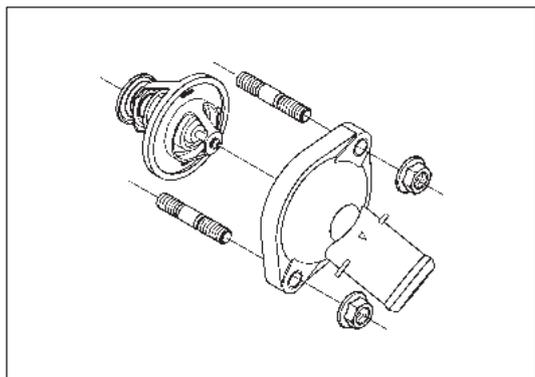

Рис. 10-5-2. Разборка термостата
- (1) Слить охлаждающую жидкость.
- (2) Снять корпус термостата и сам термостат.
- а) Открутить две шестигранные фланцевые гайки (M6), затем снять корпус термостата, как изображено на рис. 10-5-2.